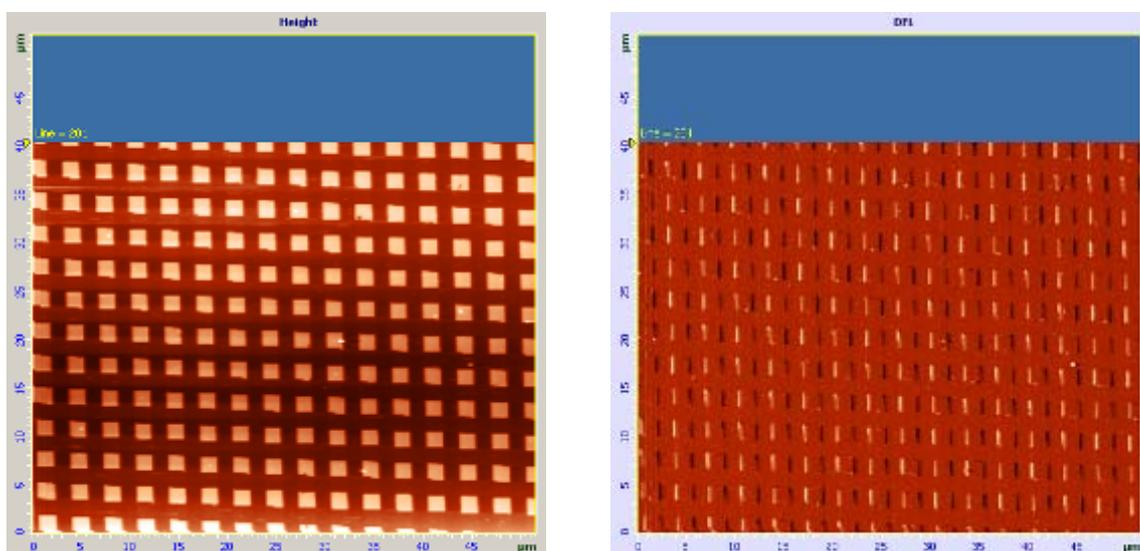

Рис. 6-48. Изображение рельефа и сигнала рассогласования
- начнется построчное сканирование поверхности образца и в области отображения 2D-данных сканирования появятся два изображения: в одном отобразится рельеф поверхности (сигнал **Height**), в другом – сигнал рассогласования (сигнал **DFL**) (Рис. 6-48);